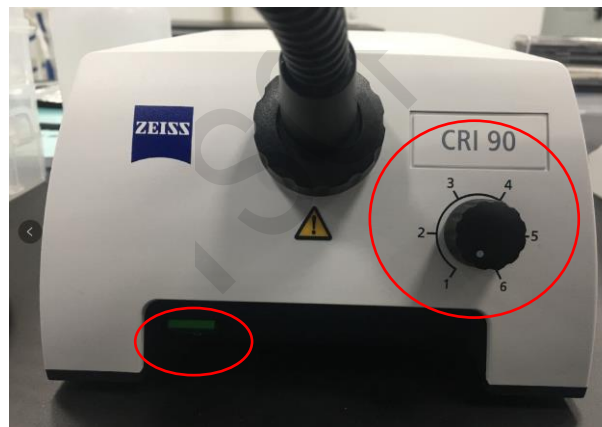

图 6-2 LED 电源控制器
6.5.1 打开 LED 电源的绿色按钮至“ON”，旋转亮度旋钮调节合适的亮度，如旋至“2”（图 6-2）；